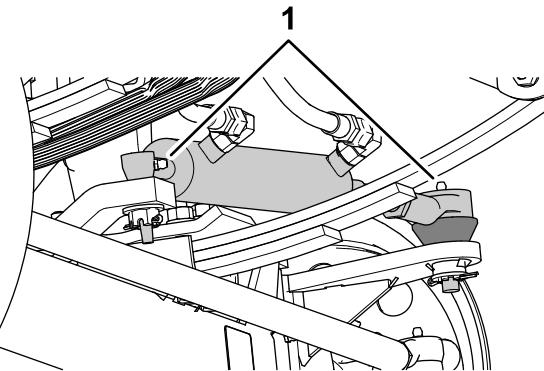
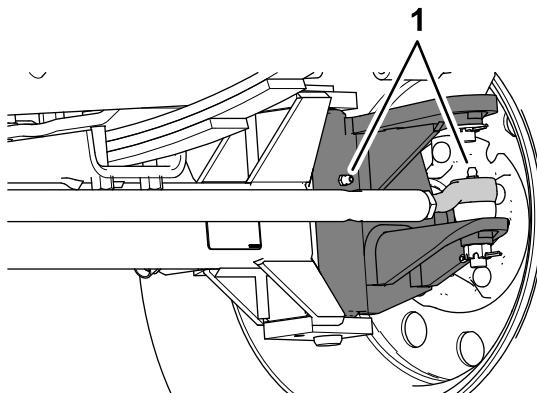

Figura 59
Figura 60
1. Limpe os bocais de lubrificação (Figura 59 e Figura 60).
2. Introduza o lubrificante nos bocais de lubrificação (Figura 59 e Figura 60).
Nota: As posições dos bocais de lubrificação estão ilustradas na Figura 59.